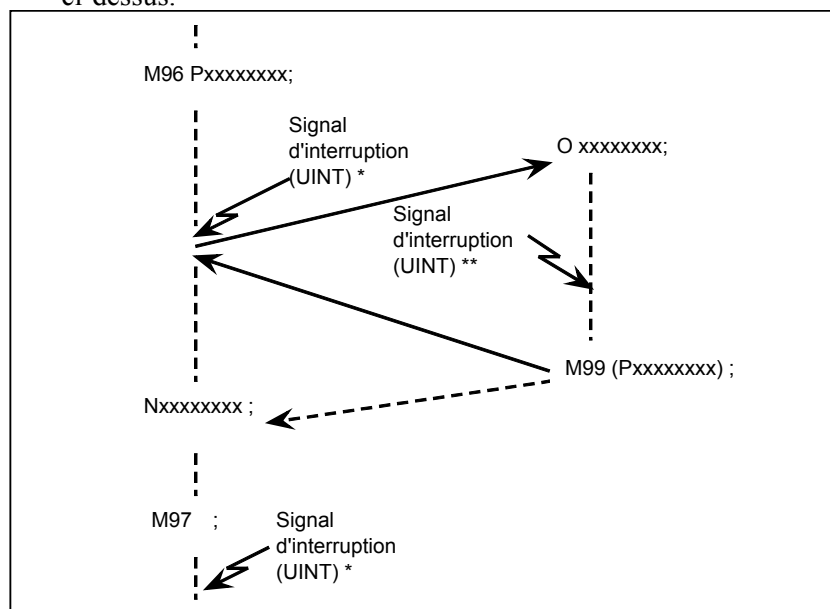

Fig 16.13 (A) Fonction de macro personnalisée de type interruption
Lorsque M96Pxxxx est spécifié dans un programme, l'opération de programme suivante peut être interrompue par un signal d'interruption (UINT) entrée pour permettre l'exécution du programme spécifié par Pxxxx. Si le signal d'interruption (UINT, marqué d'un * dans la Fig 16.13 (A)) est entré pendant l'exécution du programme d'interruption ou après M97, il est ignoré.